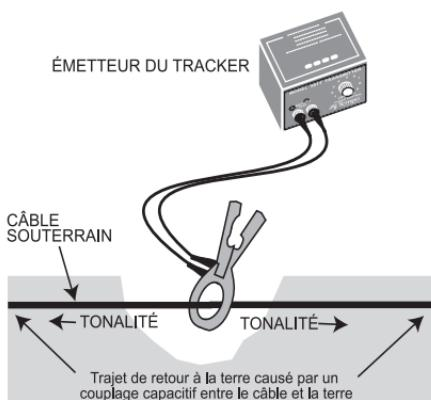

Fig. 11. Couplage à mi-trajet
- Couplage à mi-trajet :** Si le câble testé est relativement long, le courant peut retourner à la terre car la tonalité est transmise dans les deux sens. (Voir fig. 11)